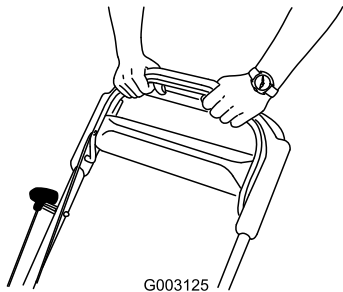

Figure 21
3. Maintenez la barre de commande de la lame contre le guidon (Figure 21).